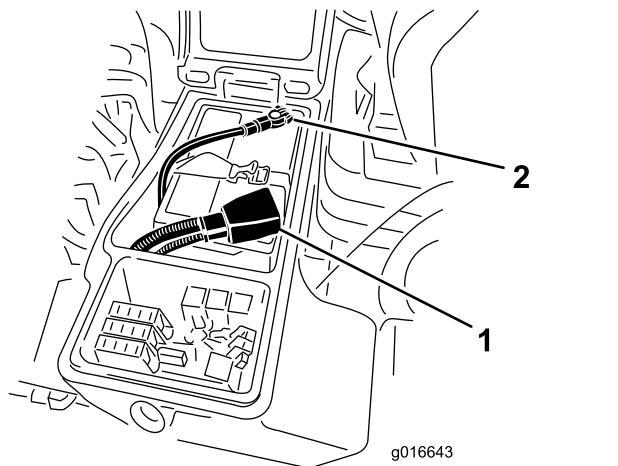

Рисунок 60
6. Подсоедините положительный кабель (красный) к положительной клемме (+), а отрицательный кабель (черный) – к отрицательной (–) клемме аккумуляторной батареи (Рисунок 60).